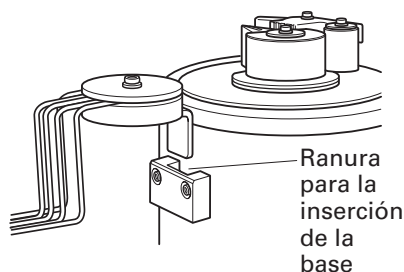

Fig. 18
(1) Inserte la base del protector de desviación en la ranura de la cortadora/curvadora de varillas. (Fig.18)